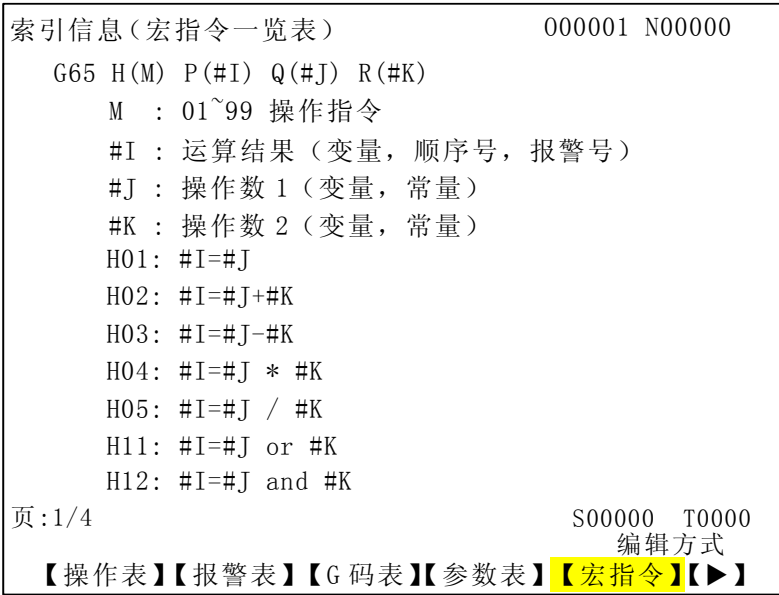

图 3-10-6
5、宏指令界面 在<索引>界面按【宏指令】软键进入宏指令界面。见图 3-10-6: